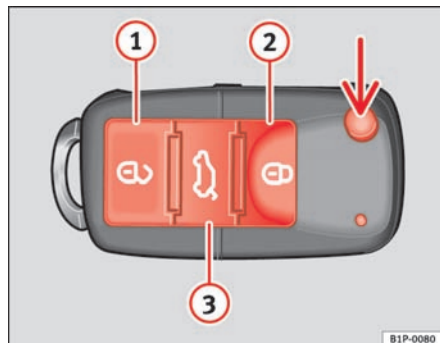

Fig. 64 Knapper på nøglen med fjernbetjening
Med knappen \Rightarrow fig. 64 (pil) på fjernbetjeningen kan du klappe nøglen ud.
Bilen bliver låst op med \Rightarrow fig. 64 ①.
Bilen bliver låst med \Rightarrow fig. 64 ②.
Oplåsning af bagklap: Tryk på \Rightarrow fig. 64 ③, indtil alle blinklygter på bilen blinker et kort øjeblik. Når du har trykket på oplåsingsknappen \Rightarrow fig. 64 ③, kan du åbne bagklappen inden for 2 min. Når denne periode er gået, bliver bagklappen låst igen.
Desuden blinker nøglens batterikontrollampe \Rightarrow fig. 64.
Når du trykker en gang på \Rightarrow fig. 64 ①, bliver førerdøren låst op. Alle andre døre forbliver låst.
Når du trykker to gange på \Rightarrow fig. 64 ①, bliver alle døre låst op. ▶
- Lås bilen med nøglen med fjernbetjening ⇒ side 100, fig. 64 i førerdørens lås.